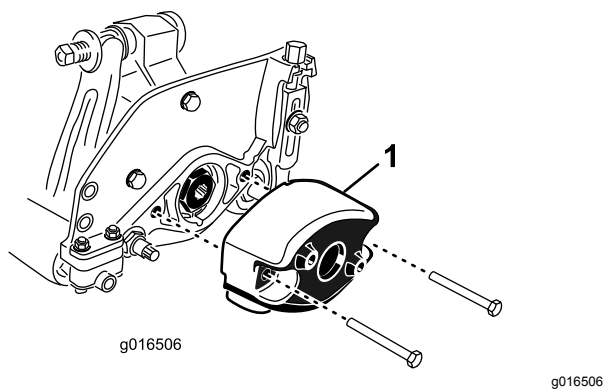

図 9
1. カウンタウエイトをカッピングユニットの左側に固定しているボルト2本を外す。カウンタウエイトを取り外す 図 9。
5. カuttingユニット右側で、カウンタウェイトのOリングに薄くオイルを塗り、先ほど取り外したボルトを使ってウェイトをCuttingユニットに取り付ける図 9。ボルトを16-20 N・m3.7-4.6 kg.m = 12-15 ft-lbにトルク締めする。